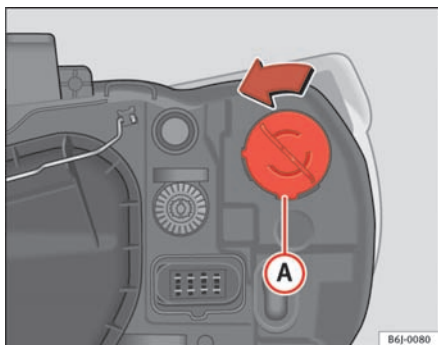

Fig. 149 Blinklys i forbindelse med enkelt forlygte
- Drej fatningen ⇒ fig. 149 A mod venstre, og træk i den.